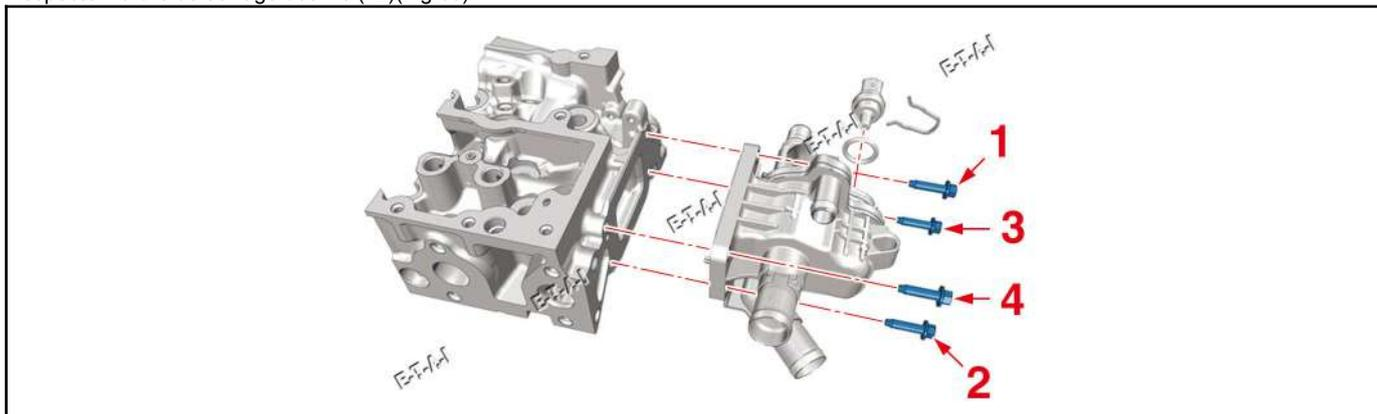

Fig.35
- Respecter l'ordre de serrage des vis (12)(Fig.35).